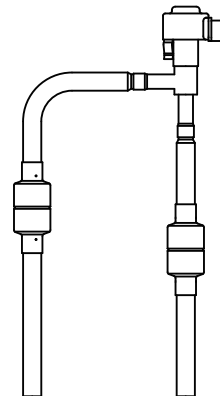

Figura 3-2
1. Când VEE (valva electronică de expansiune) a cutiei de comandă AHU rămâne cu cutia de comandă AHU, cutia de comandă AHU trebuie instalată vertical, ca în Figura 3-2.
2. Când VEE a cutiei de comandă AHU este separată de cutia de comandă AHU, cutia de comandă AHU poate fi instalată vertical sau orizontal, dar VEE de tip split trebuie să fie verticală, ca în Figura 3-2.